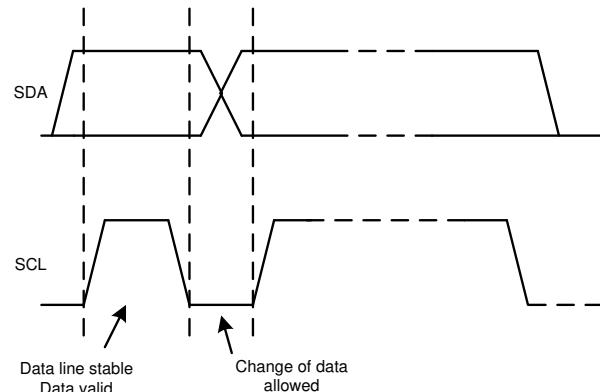

图 7-17. 在 I2C 总线上的位传输
2. 控制器随后产生 SCL 脉冲，并在 SDA 线上发送 7 位地址和读取/写入方向位 (R/W)。在所有传输期间，控制器确保数据有效。有效数据条件要求 SDA 线在时钟脉冲的整个高电平期间保持稳定，如图 7-17 所示。所有